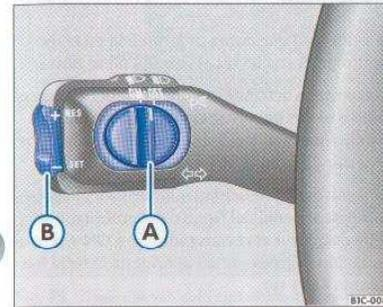

Fig. 73 Palanca de intermitentes y de luz de carretera: mando y tecla basculante para el regulador de velocidad
Si se reduce la velocidad programada pisando el pedal del freno, se desactiva el regulador de velocidad. Pulsando una vez la parte superior de la tecla basculante RES+ ⇒ página 93, fig. 73 (B) se activa de nuevo el regulador.
- Pulsar la parte superior de la tecla basculante RES+ ⇒ fig. 73 (B) para aumentar la velocidad. El vehículo acelerará mientras mantenga la tecla presionada. Al soltar la tecla, quedará memorizada la nueva velocidad.